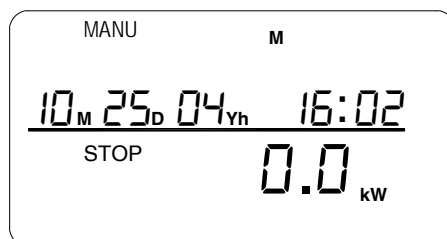

Abbildung 48
3. Halten Sie **MENU** für 3 Sekunden gedrückt. **SET** mit blinkendem Warntonindikator erscheinen, siehe Abbildung 48.